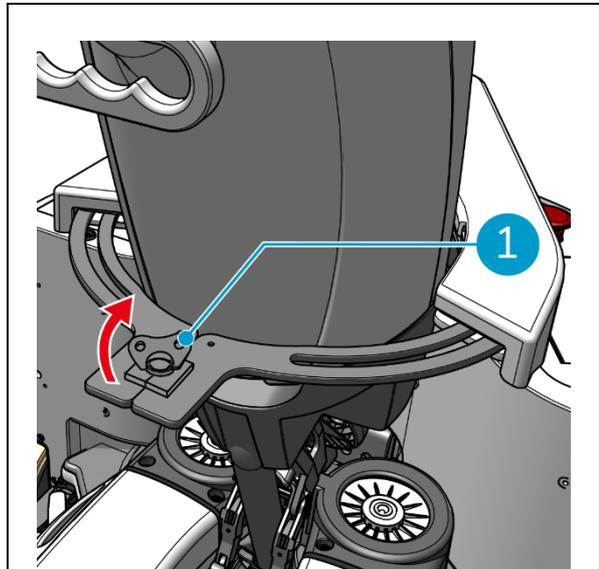

Figura 21
5. Bloccare l'anello di fissaggio ruotando la chiusura a farfalla (Figura 21, pos. 1) in senso orario.